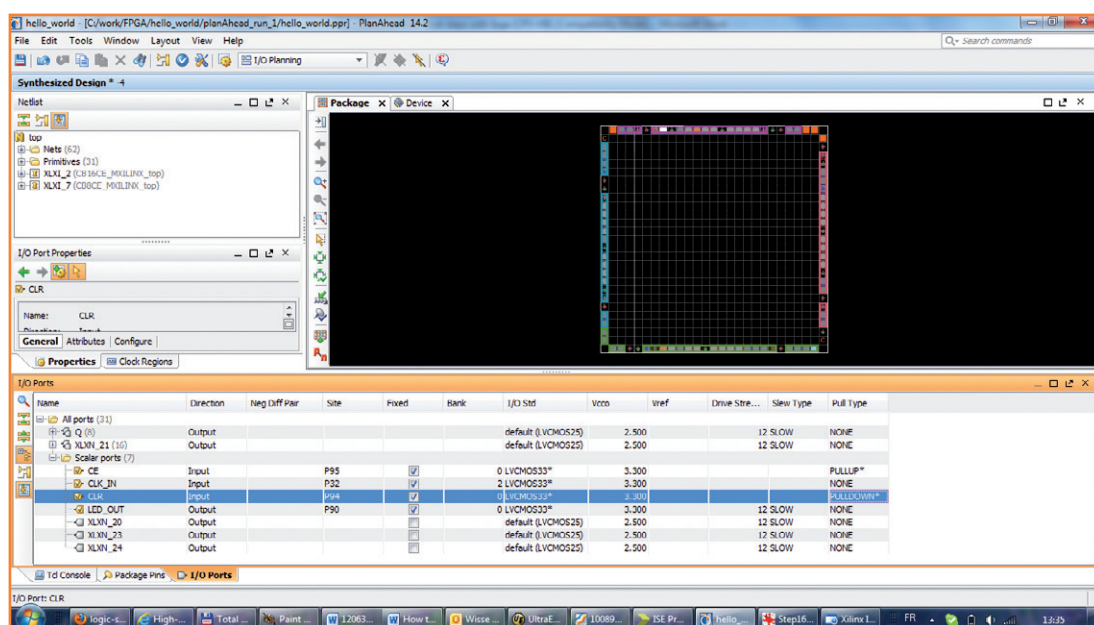

Figure 9.
Site. Une liste s'ouvre dans laquelle vous choisissez P90 (ou P91 si vous préférez). Cliquez ensuite dans la colonne *I/O Std* et choisissez LVCMOS33 (le seul standard utilisable sur notre carte). Parfait, le reste, l'outil le remplira. Au tour de la broche *CLK_IN*. En principe, l'horloge entre toujours sur notre carte FPGA par la broche 32, choisissez donc P32 dans la colonne *Site*. Mettez le standard d'E/S sur LVCMOS33. Il reste les signaux CE en CLR. Vous pouvez leur choisir vous-même des broches, à condition qu'ils arrivent sur l'un des connecteurs K4 ou K5. J'ai choisi P94 (CLR) et P95 (CE). Le standard d'E/S est de nouveau LVCMOS33. Pour nous assurer que ces entrées ne vont pas bloquer le circuit, nous activerons aussi les résistances de polarisation haute et basse sur ces broches. Cliquez dans la colonne *Pull Type* pour donner à CE une résistance PULLUP et à CLR une PULLDOWN (fig. 9). Fermons cette configuration en cliquant sur le bouton *Save Constraints* et retournons à l'onglet *Design* d'ISE.